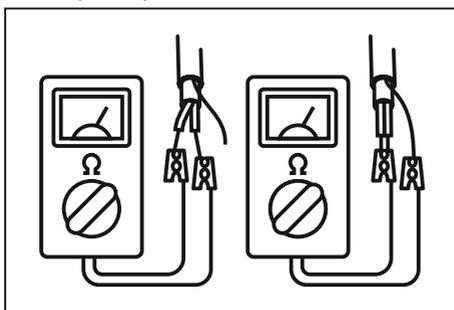

Рис. 1 – Измерение сопротивления нагревательных жил и изоляции
1. Измерить сопротивление нагревательных жил и изоляции (рис.1). Сопротивление нагревательных жил должно соответствовать данным в таблице 2. Сопротивление изоляции не должно быть менее 1 МОм при напряжении 2500 В.